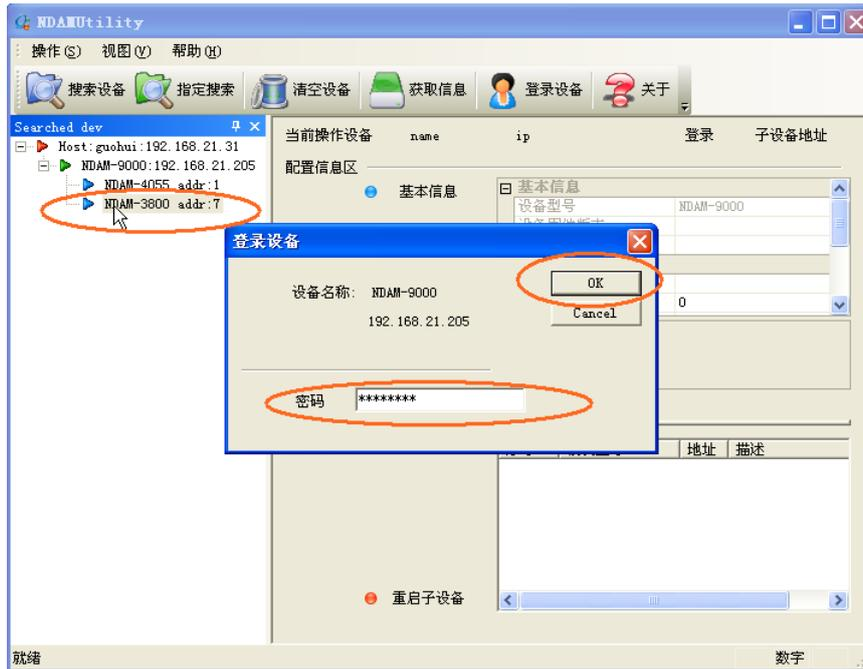

图 3.4 登陆设备
- 3) 单击界面上的“NDAM-4017 addr: 7”，输入当前通讯模块的登陆密码后点击 OK，登陆设备，如图 3.4 所示；